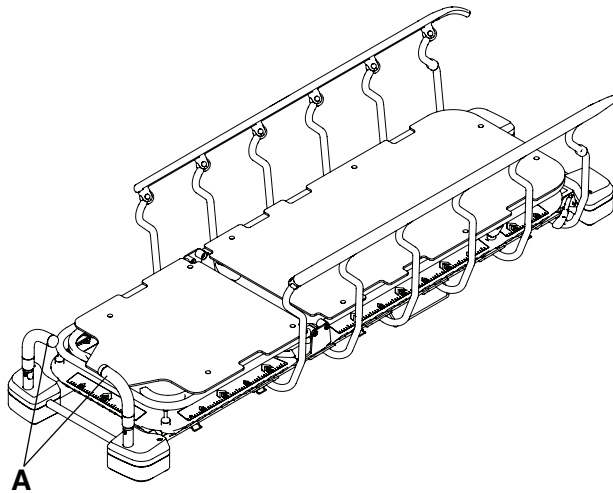

Abbildung 7 – Positionieren der Kopfende-Schiebegriffe
2. Die Kopfende-Schiebegriffe (A) in die Gebrauchsposition schwenken (Abbildung 7).